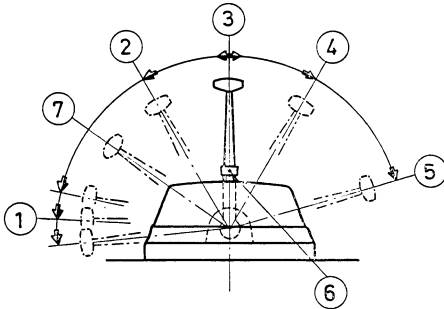

Fig. 8 Teleflexreglage
- 2 Manöverspaken ställs i neutralläge. Frikoppla manöverspaken med frikopplings-spärren så att endast motorvarvet påverkas. Ställ reglaget så att $\frac{1}{4}$ av max. pådrag erhålls. Se fig. 8.
ALBIN AD-21 är försedd med ett fjäderbandsbackslag som fordrar små manöverkrafter och möjliggör installation av ett skenspaksreglage. Genom att använda detta reglage manövreras såväl backslag som motorns varvtal med en enda spak (fig. 8).